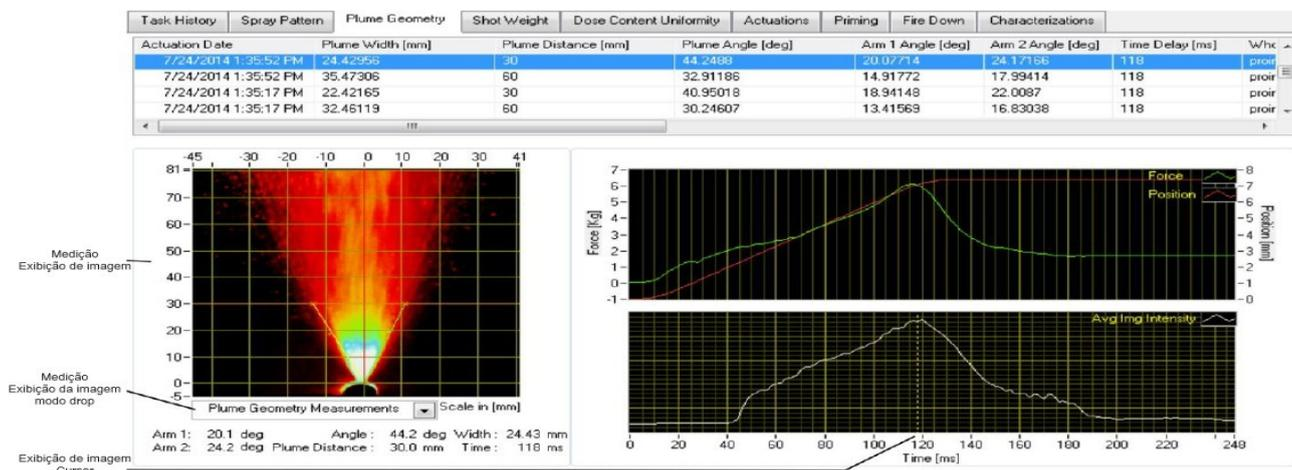
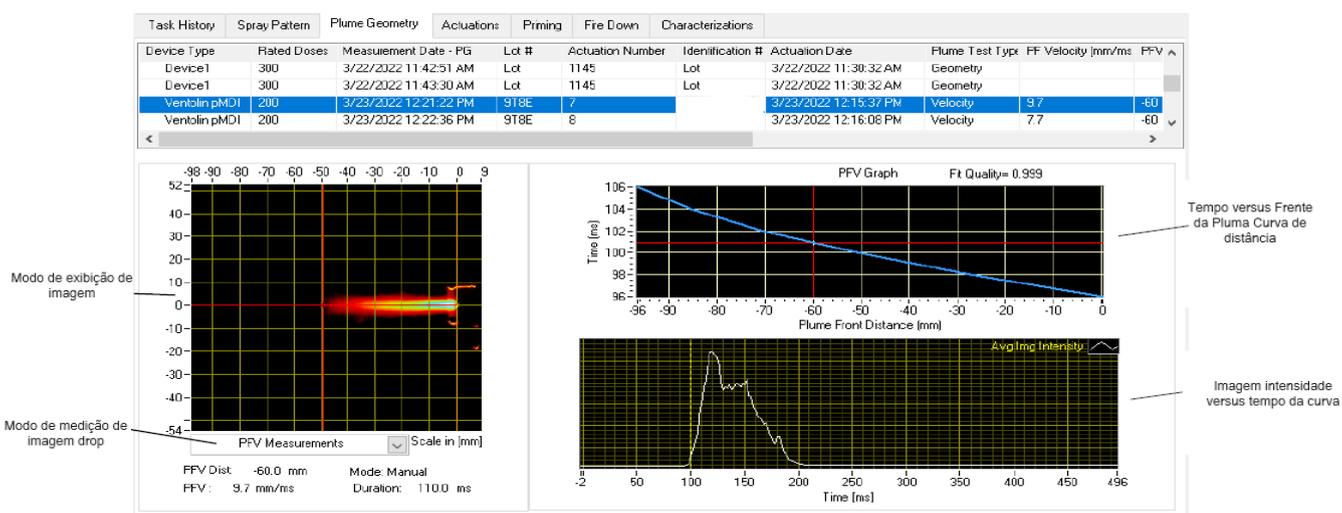

Figura 105. Controles de visualização de dados da tarefa *Plume Geometry*.
Figura 109. Visualização de dados da tarefa *Plume Front Velocity* (PFV).
d) Visualize os detalhes de medição de dados de tarefas de geometria de pluma ao selecionar o modo de exibição gráfico/tabular dividido, da guia *Plume Geometry* que inclui controles gráficos que permitem ao reproduzir e visualizar a geometria da pluma e os dados da tarefa PFV, conforme Figura 105 e Figura 109.